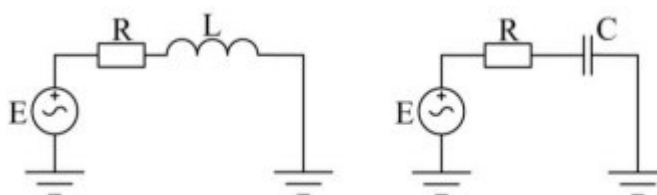

Рис. 2 – Электрические схемы переменного тока для индивидуальной работы
3. Создать и рассчитать в Simulink одну из электрических схем переменного тока, представленных на рис. 2. Величина эдс источника напряжения и параметры сопротивлений выбираются индивидуально для каждого студента из табл. 2. Частота источника напряжения – 50 Гц. Сохранить внешний вид схемы модели и полученные осциллограммы. Проверить правильность моделирования с помощью первого закона Ома.